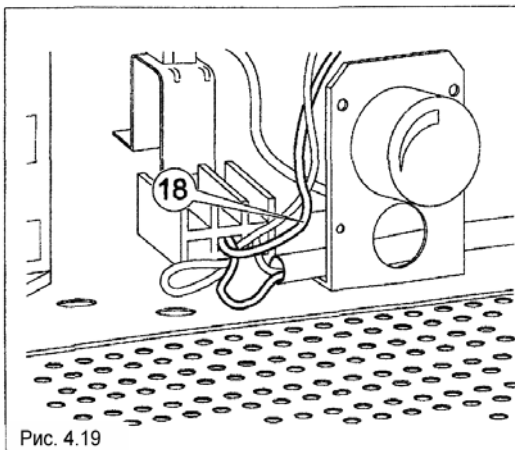

Рис. 4.19
- Подключите группу охлаждения к электрической сети (вставьте в соединительную коробку синий провод п. 18) (рис. 4.19)